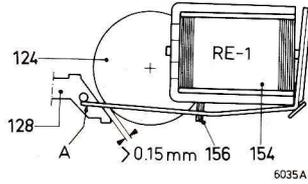

Fig. 10
- Lorsque l'étrier du relais n'est pas excité, la distance entre l'étrier 128 et le plateau à bobine 124 doit être d'au moins 0,15 mm (voir fig. 10). Régler en recourbant la languette A de l'étrier du relais